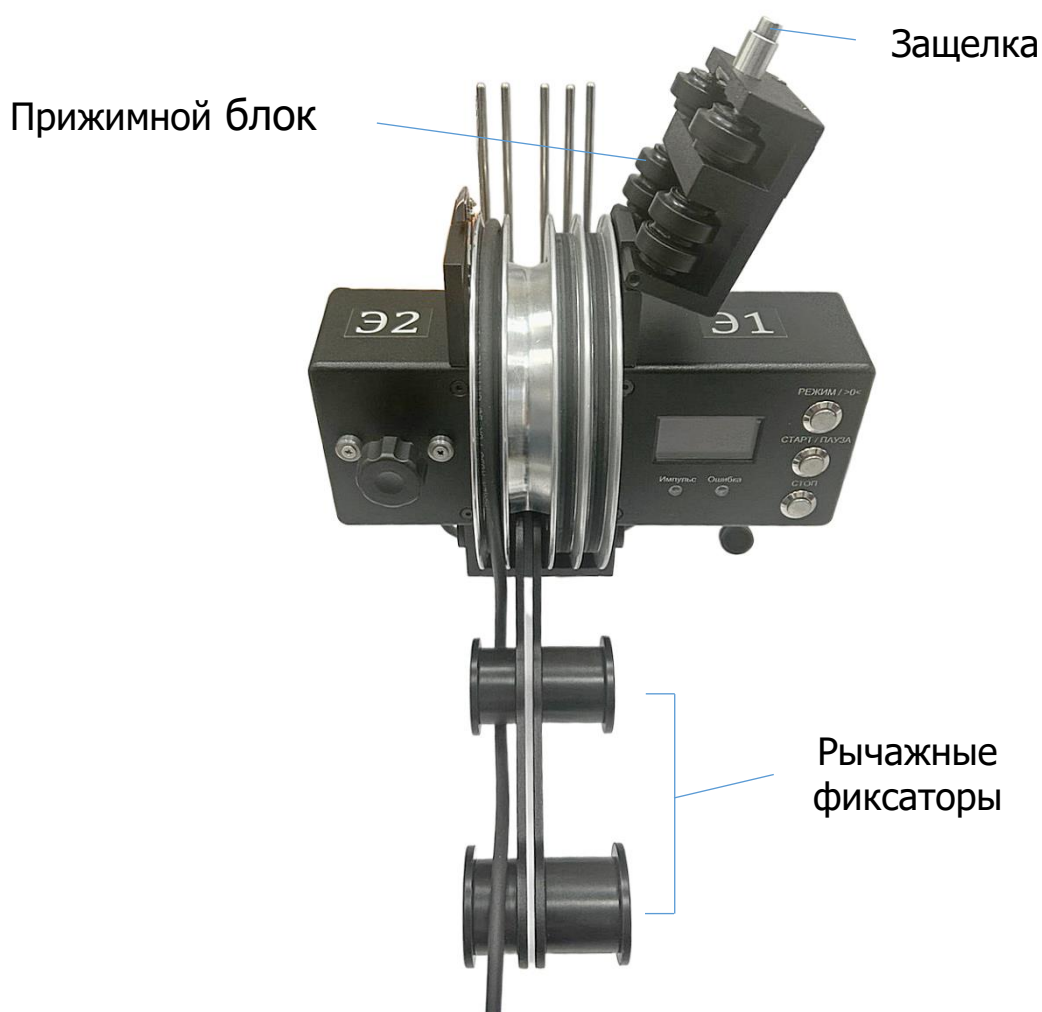

Рисунок 41 – Укладка кабелей зондов в катушки блока энкодеров
2) Поднять прижимной блок нажатием кнопки защелки (рис.41).